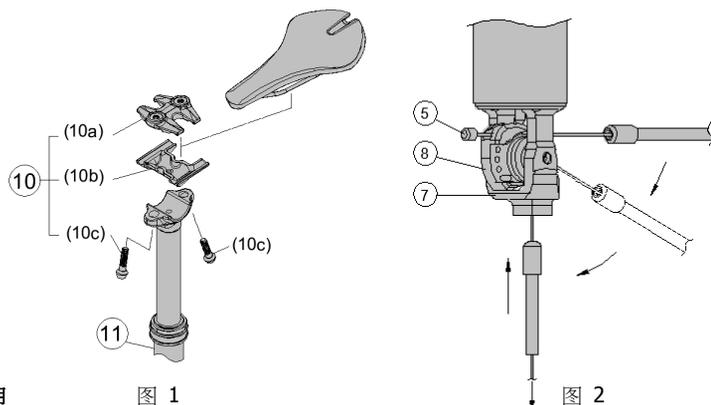
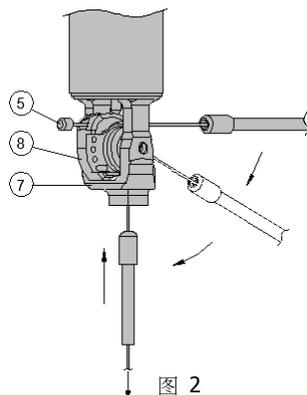

图 1
图 2
2. 将外管 ④ 穿入自行车车架并由座管穿出。在外管套上端塞。
3. 将钢线 ⑤ 穿过凸轮 ⑧ 穿入外管套圈 ② 与外管 ④。安置外管套圈在启动器 ⑦ 下方。拉钢线，以消除钢线松弛。(图 2)
4. 安装座管管身 ⑩ 进入车架，约安装座垫时适当的高度。将把手旋转 90°，在裁切外管处做记号。正确的长度是在此位置时，锁紧外管但不会束缚 (需预留些许长度方便后续调整座垫高度)。(图 1)
6. 在外管 ④ 记号处裁切。在外管套上端塞。
7. 安置外管套圈在启动器 ⑦，再重新穿钢线。(图 2)
8. 安装座管管身 ⑩ 进入车架。注意：座管装入车架安全线为止。(图 1)